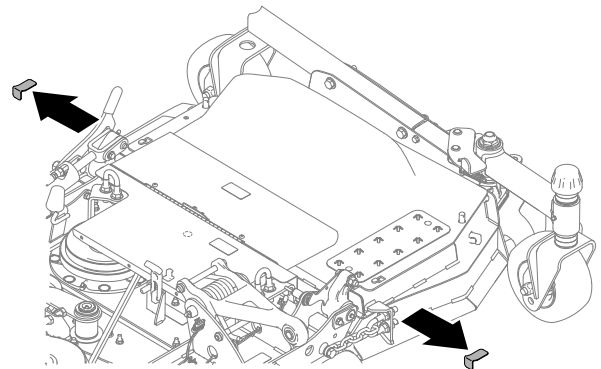

Figura 38
6. Retire os calços ou os apalpa-folgas (Figura 38).